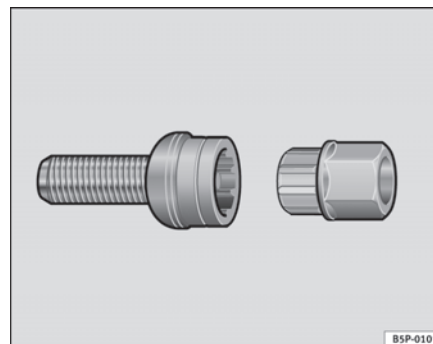

Fig. 182 Tornillo anti-robbo de la rueda
- Coloque el adaptador hasta el tope en el tornillo antirrobo de la rueda ⇒ página 259, fig. 182.